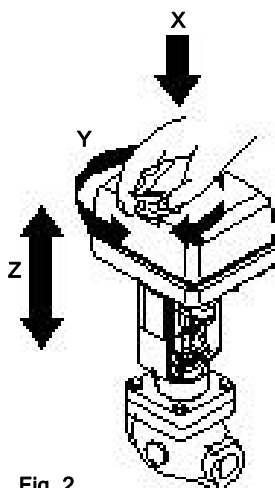

Fig. 2
För modeller med fjädrar, SE eller SR, kan ratten sitta under locket. (Se figur 31 i sektion 4.1) Tryck ner ratten (X) och vrid i önskad riktning (Y) för att röra axeln (Z) (se Fig. 2 under).